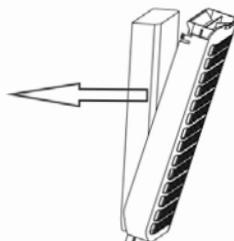

Abbildung 5
2. Nehmen Sie den Wasserschleier in der angegebenen Pfeilrichtung heraus. Abbildung 5.